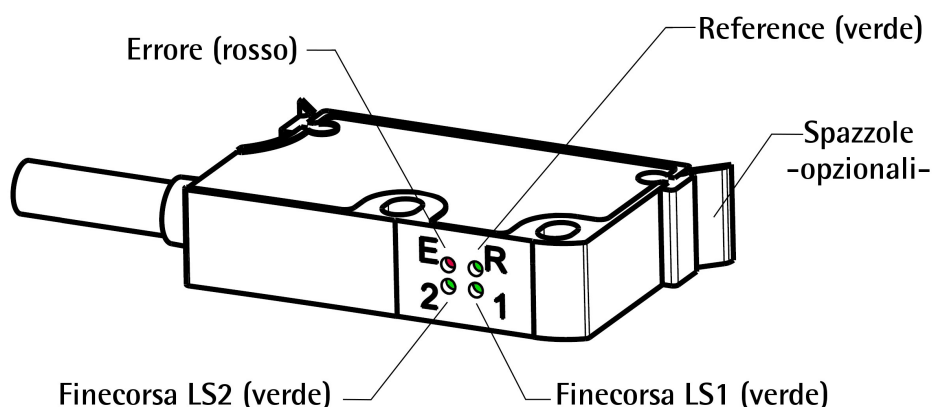

Figura 10 - LED di diagnostica e spazzole opzionali
4.9 LED di diagnostica (Figura 10)
Elenchiamo di seguito le cause tipiche di malfunzionamento riscontrabili durante l'installazione o l'uso del sistema di misura lineare magnetico. Riferirsi anche alla sezione "4.9 LED di diagnostica (Figura 10)" a pagina 28.